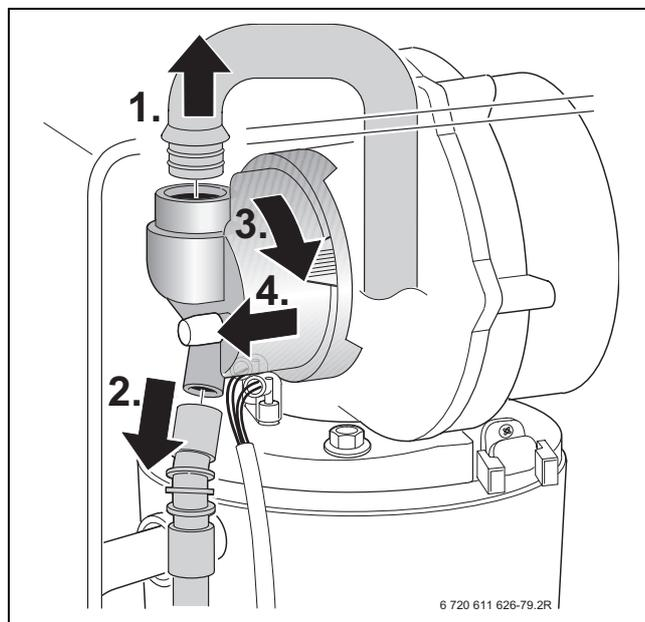

Fig. 40
- ▶ Smontare il dispositivo di miscelazione secondo la fig. 40.